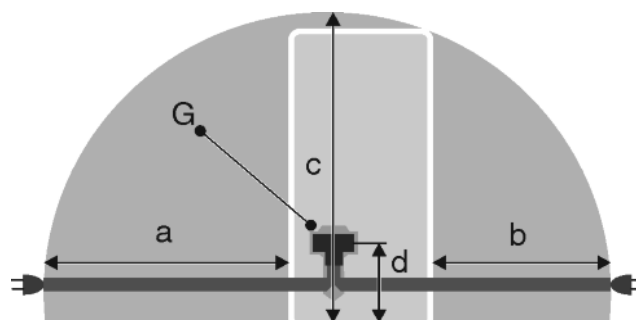

Fig. 31
- Gniazdo znajduje się poza tylną częścią urządzenia w podanym obszarze Fig. 31 (a, b, c).
- ▶ Wtyczkę urządzenia Fig. 31 (G) podłączyć z tyłu urządzenia. Zwrócić uwagę na prawidłowe zażębie.